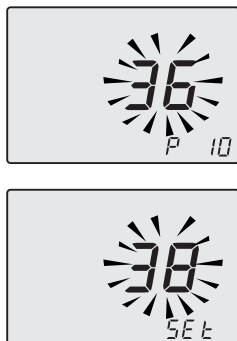

Figura 5.55
- Nel display si alternano le scritte **P10 - SEt** (Figura 5.55).